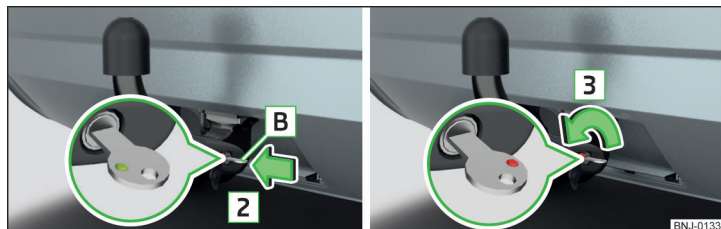

Fig. 159 Introduceti cheia în încuietoare/Deblocați încuietoarea
- Introduceți cheia **B** în încuietoare în sensul săgeții **2**, astfel încât marcajul verde al acestuia să fie orientat în sus » fig. 159.